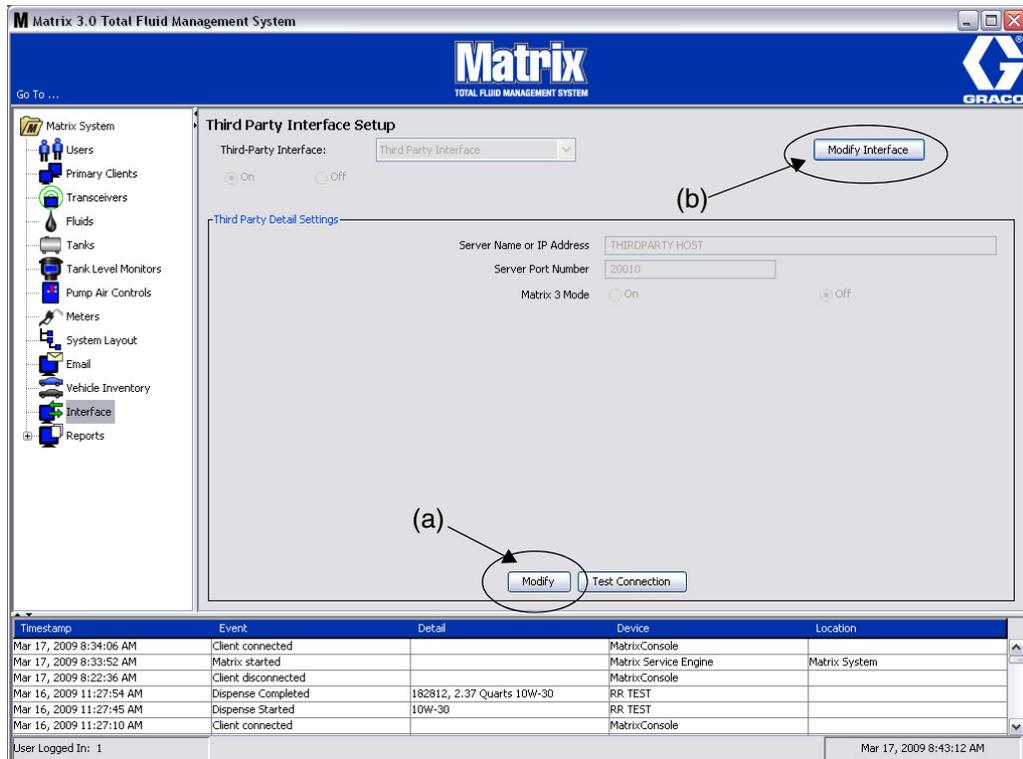
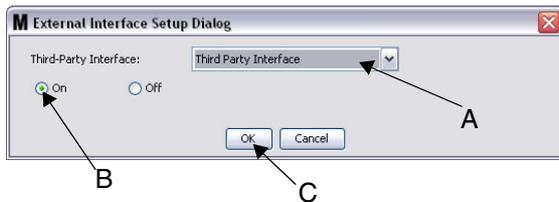

ABB. 162
ABB. 164 Einrichtungsdialog für externe Schnittstelle
1. Klicken Sie auf die Schaltfläche **Ändern** (a) (ABB. 162, Seite 118), um das Dialogfenster „Einrichten einer externen Schnittstelle“ aufzurufen.
1. Klicken Sie auf die Schaltfläche **Schnittstelle ändern** (b) (ABB. 162). Das Dialogfenster „Einrichten einer externen Schnittstelle“ aus ABB. 164 wird aufgerufen. Dieses Dialogfenster dient dazu, die von Ihnen genutzte Fremdschnittstelle anzugeben.
2. Wählen Sie die Fremdschnittstelle aus dem Dropdown-Menü (A - ABB. 164) aus.
3. Klicken Sie auf die Schaltfläche **EIN** (B - ABB. 164). „Fremdschnittstelle“ ermöglicht es Matrix, die Fremdschnittstelle zu benutzen.
4. Klicken Sie auf „**OK**“ (C - ABB. 164), um das Fenster zu schließen und Ihre Auswahl zu bestätigen.